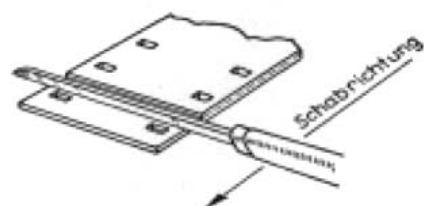

Bild 12
2. Von einem Filmende die Gelatineschicht bis etwa 1 mm hinter den Perforationslöchern sorgfältig entfernen. Man feuchtet hierzu die Schicht an und schabt sie mit einem Messer (Schere o. dgl.) ab, ohne den Film zu beschädigen. Das Schaben soll in Richtung auf das Filmende und derart erfolgen, daß das Messer mit dem Rücken voraus geführt wird. (Siehe Bild 12).